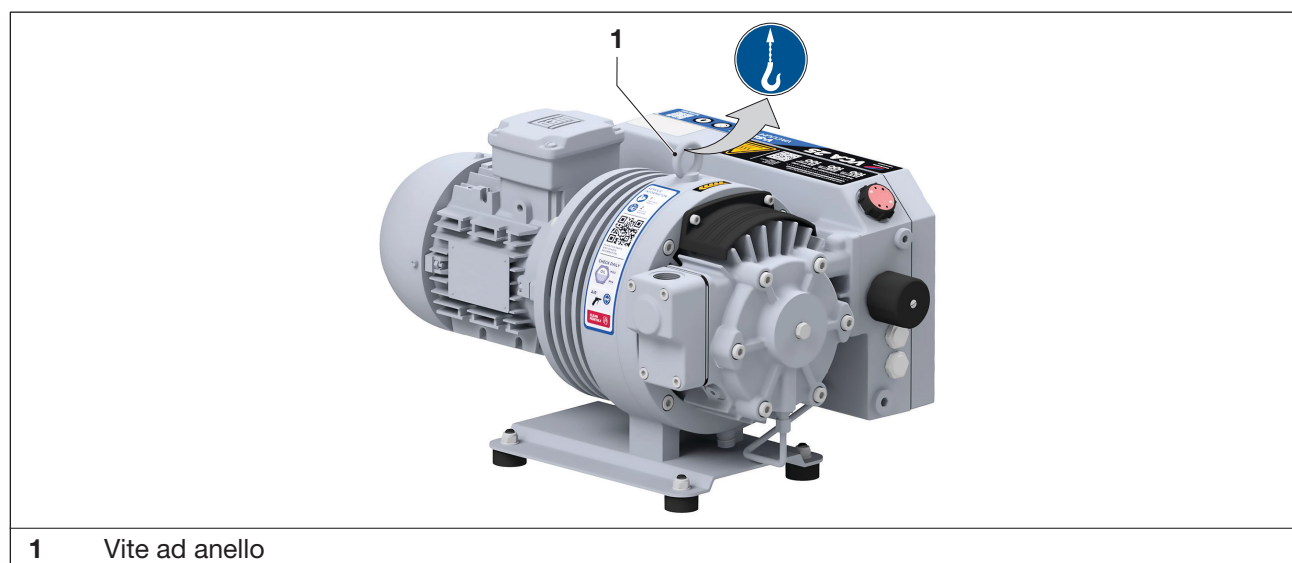

Fig. 1 Dispositivi per la presa del carico per il sollevamento e il trasporto
- b) Serrare la vite a occhiello (Fig. 1/1) saldamente.
- c) Per sollevare la macchina, agganciarla al sollevatore con l'apposita vite a occhiello (Fig. 1/1)